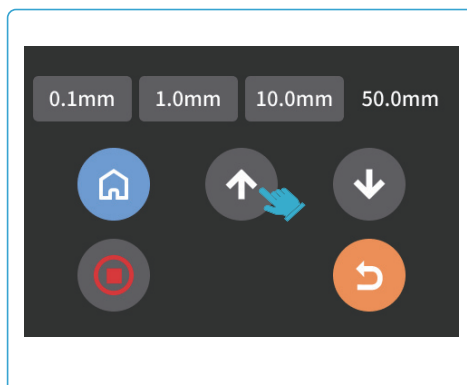

Figura 11
5. Reveniți la pagina **Manual** și ridicați axa Z cu aproximativ 100 mm folosind butonul **sus** (vezi Figura 11). Când mișcați placa, fiți atenți la poziția sondei: înainte de a ridica placa, apăsați sonda în jos cu mâna, pentru a nu deteriora dispozitivul.